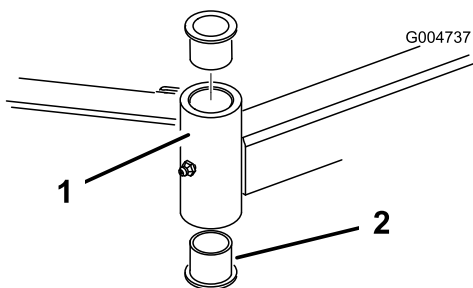

Figura 79
4. Inserte un botador fino en la parte superior o inferior del tubo de montaje y dé golpes hasta retirar el casquillo del tubo (Figura 79). Retire también el otro